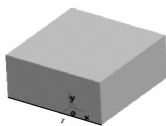

图 3-128 拾取一条边界线
(2)单击  按钮,在立即菜单中选取“实体边界”方式,拾取如图 3-128 所示的一条边界线。